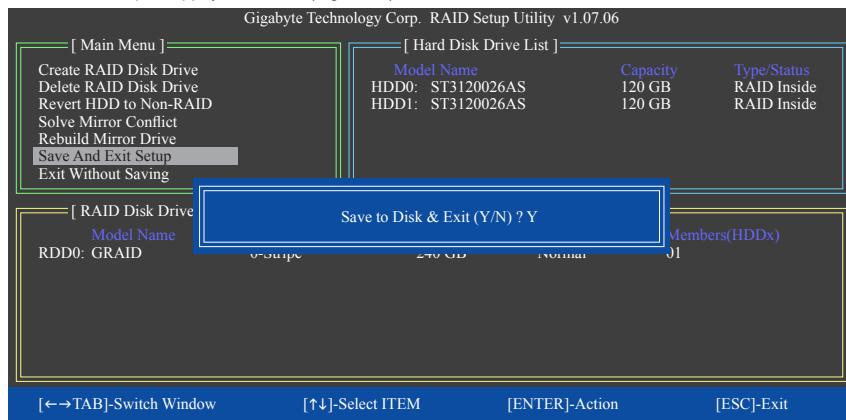

Figure 10
7. **Sauvegarder et quitter la configuration :** Une fois que la matrice RAID a été configurée, sélectionnez **Save And Exit Setup** dans l'écran principal pour sauvegarder vos réglages avant de quitter l'utilitaire RAID BIOS, puis appuyez sur <Y> (Figure 10).